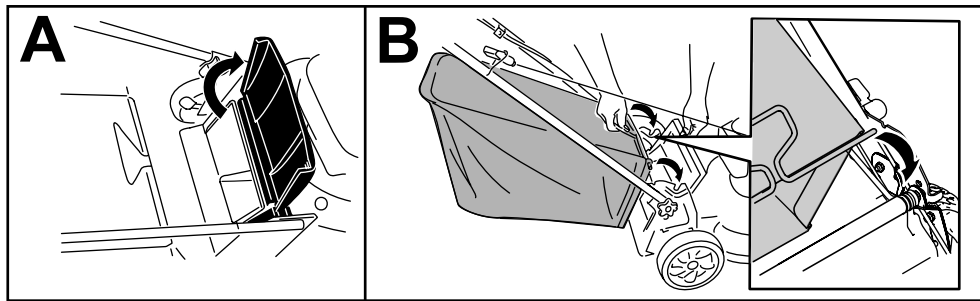

Figure 22
1. Soulevez le déflecteur arrière et maintenez-le dans cette position (A de Figure 22).
2. Montez le bac à herbe en veillant à insérer les ergots dans les crans du guidon (B de Figure 22).